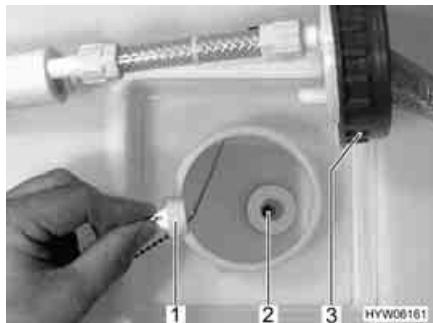

Fig. 211 Serbatoio dell'acqua
- Svitare il coperchio (Fig. 211,3) del serbatoio dell'acqua.
- Estrarre il tappo di chiusura (Fig. 211,1) dall'apertura di scarico (Fig. 211,2). L'acqua fuoriesce.